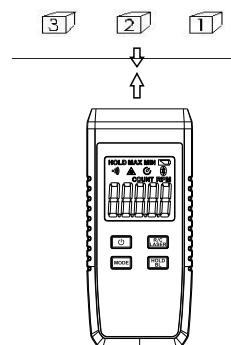
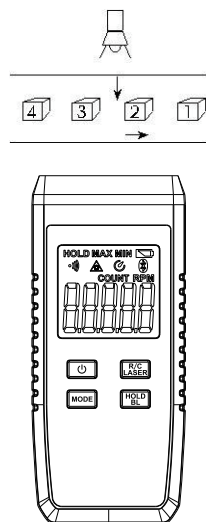

图4
图5
2. 计数测量COUNT (见图4、图5)
自行发光计数(见图4)
外部光源接收计数(见图5)